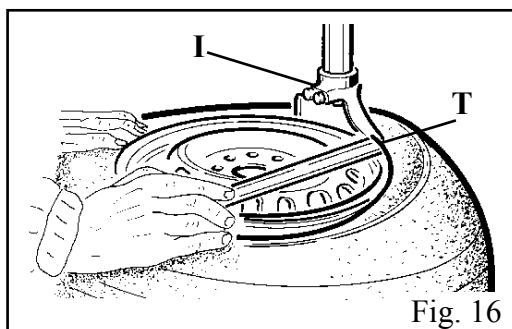

Fig. 16
- Avec le levier (I) enfilé entre le talon et la partie avant de la tête (O), porter le talon du pneu au-dessus de la tête même (fig. 16)